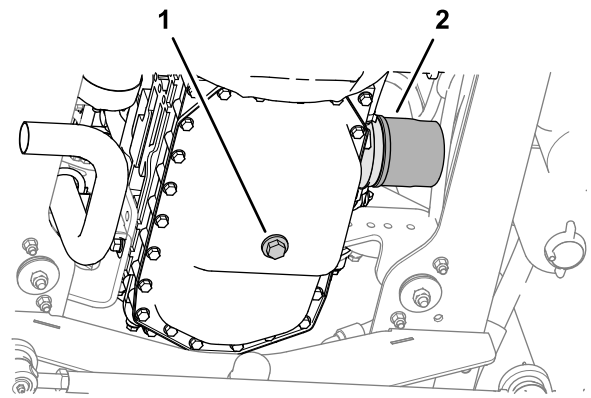

Figure 53
1. Enlevez le bouchon de vidange et laissez couler l'huile dans un bac de vidange (Figure 53).